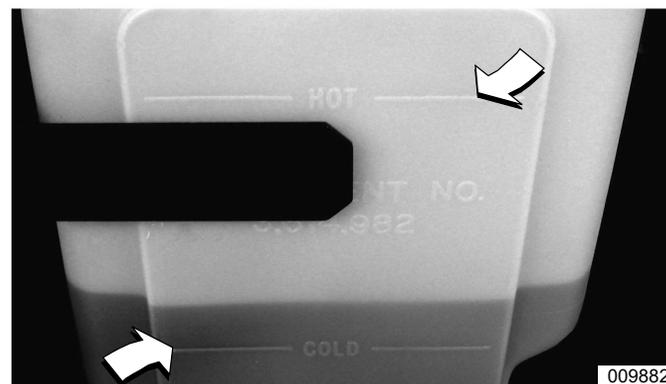

Figura 5-6. Depósito de desbordamiento del anticongelante
1. Consulte la Figura 5-6. Verifique que el nivel de anticongelante se encuentra entre las marcas HOT (CALIENTE) y COLD (FRÍO) en el depósito de desbordamiento.